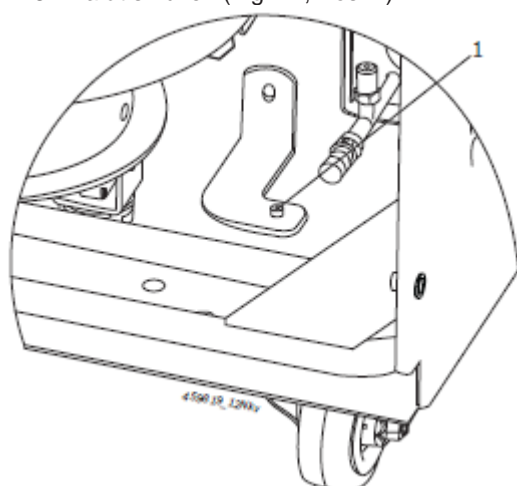

Fig. 12: Återmontage skruv
8. Dra åt skruven (Fig. 12, Pos. 1).